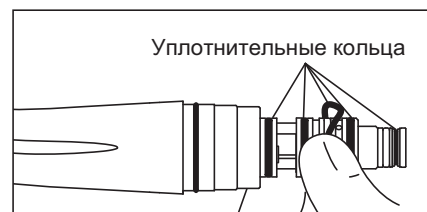

Рис.8
- 2) Аккуратно извлеките большим пальцем все уплотнительные кольца (Рис. 8)